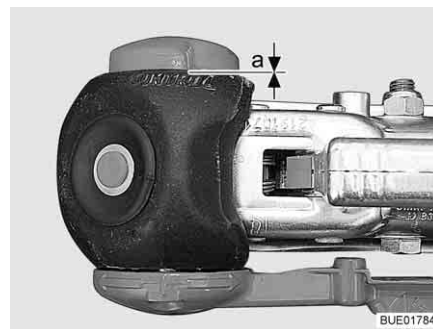

Fig. 209 Controllo usura
- Distanza  $a = 0$  (Fig. 209): Controllare guarnizioni di attrito ed ev. sostituirle.